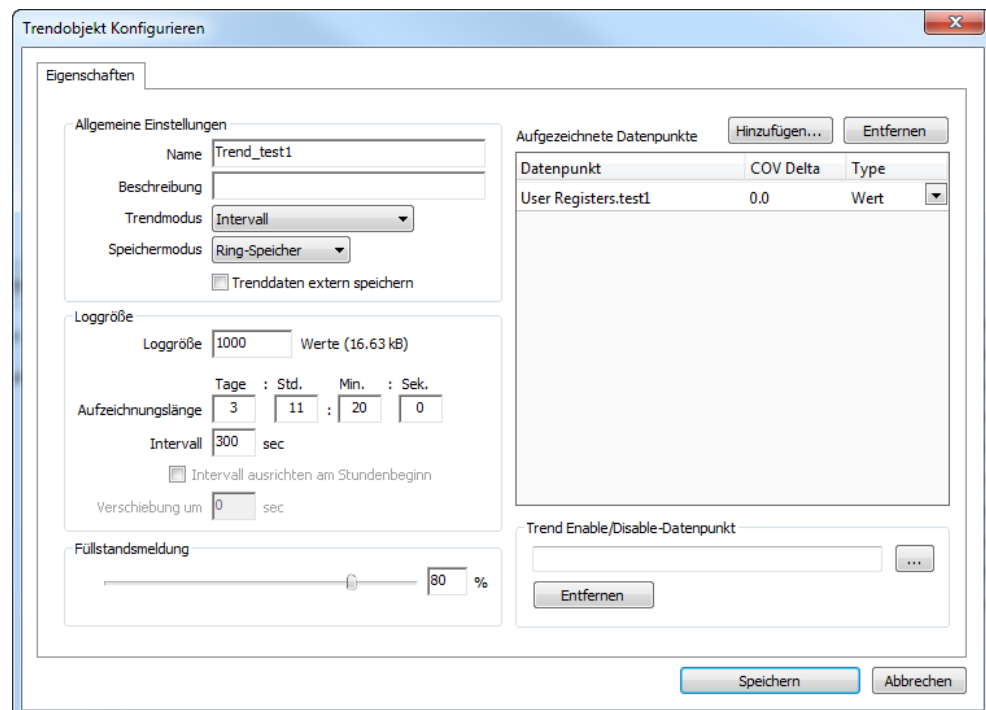

Abbildung 34: Grundlegende Trend-Objekt-Konfiguration.
3. Im Dialog **Neues Trendobjekt erstellen** geben Sie einen Namen und optional eine Beschreibung für das Trend-Log-Objekt an (siehe Abbildung 34).